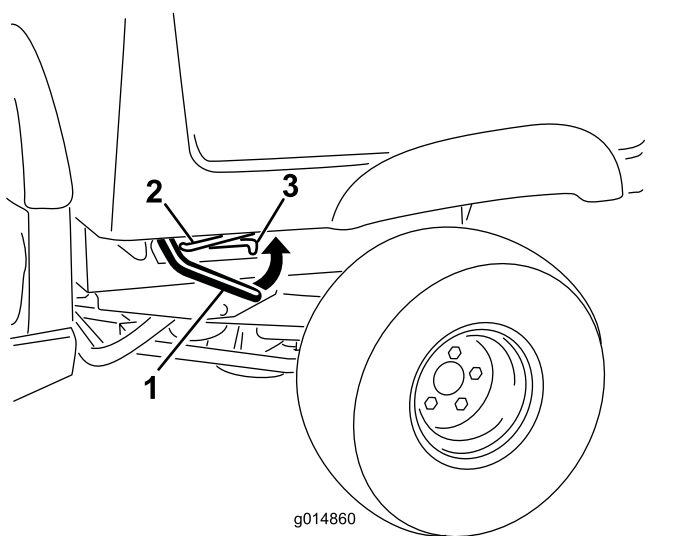

Figura 1
4. Com a alavanca em qualquer um dos lados da plataforma de carga, eleve a plataforma (Figura 1).